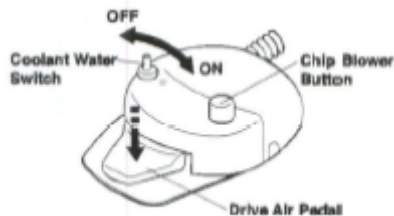

Рис.3-29 Ножное управление (Тип A2)
(1) Ножное управление (Тип A2) (**Рис. 3-29**)